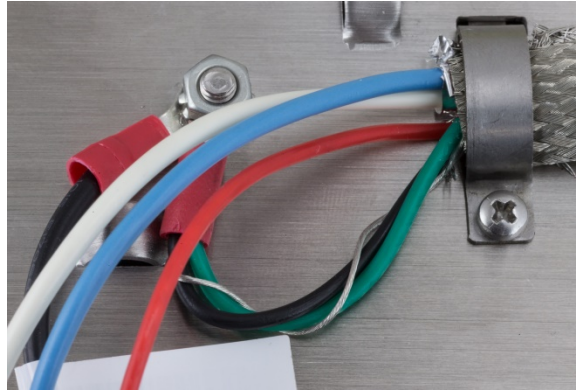

Figura 2-64: Cablaggio di terra
8. Intradare il cavo di terra intrecciato piatto con il cavo POWERCELL nel morsetto destro del cavo e fissarlo con un secondo morsetto e la vite, come illustrato in Figura 2-64.
10. Sul coperchio esterno dell'armadietto per montaggio a pannello, collegare il filo nero corto (in dotazione) con i fili nero e verde arrotolati dal cavo POWERCELL alla vite di terra esterna con un dado esagonale, come mostrato in Figura 2-64.